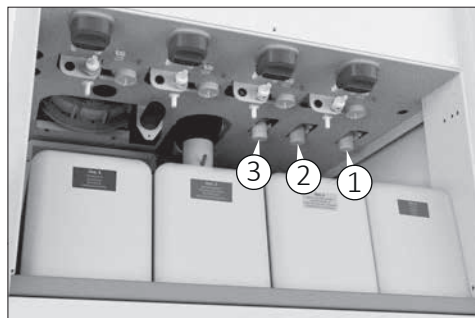

Fig. 8
- Asigurați-vă că conectați furtunurile flexibile de apă în pozițiile indicate în Fig. 8.
- Conectați furtunul flexibil de apă la conexiunile prezentate în Fig. 8.
Racorduri de apă (Fig. 8)
- 1) Conectați mașina la racordurile de apă (Fig. 8).